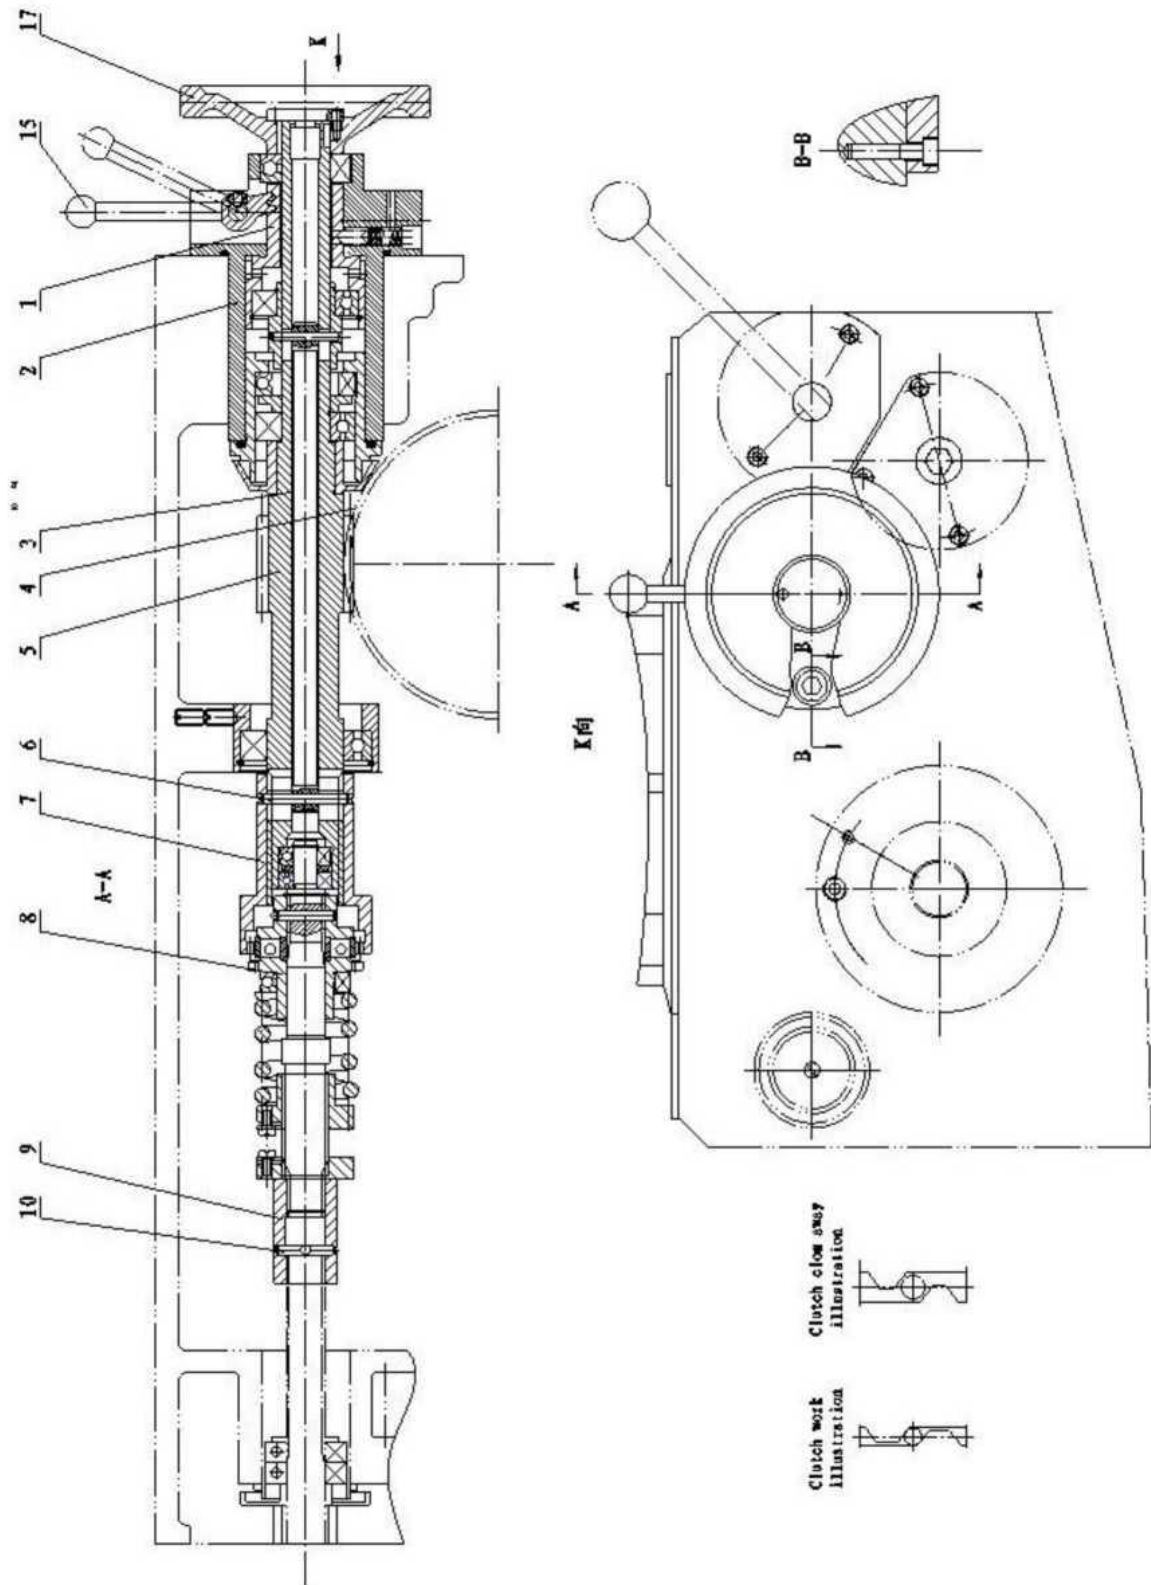

Рис. 10-3 Червячный винт
Структура подачи шпинделя включает две части: червячный вал и горизонтальный вал, активация передается от шпинделя к системе передачи скоростей шпинделя, через червячную шестерню и вал передается от горизонтального вала к муфте шпинделя, обеспечивая шпинделю подачу (1). Червячный вал (Рис. 10-3)
#### **(5) Регулировка силы подачи (Рис. 10-3)**